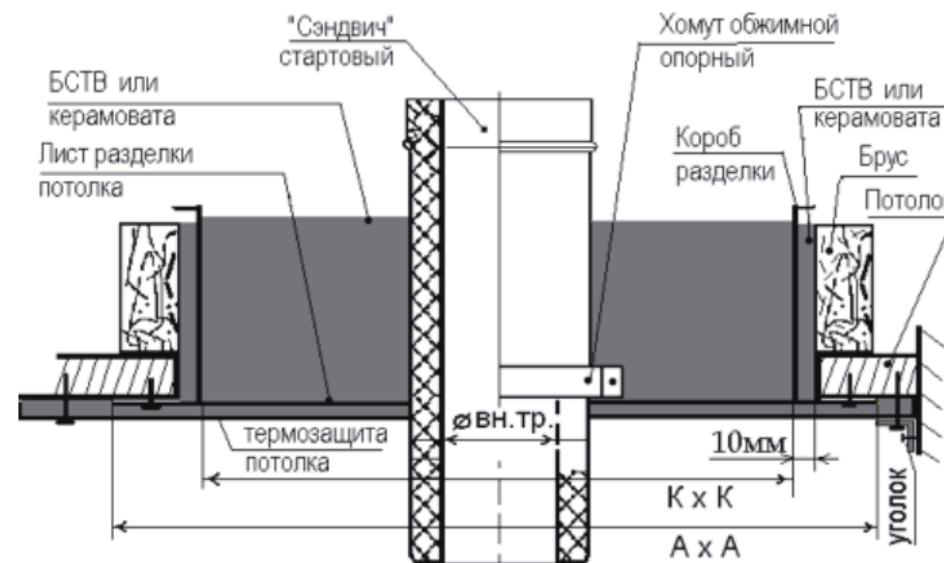

Рис. 6. Схема установки разделки потолка
7.3. В соответствии с п.6.12 и 6.13 установить в разрезе потолка потолочную разделку (см. рис. 6.) Конструкция разделки обеспечивает требование ГОСТ Р 53321-2009 о не превышении температуры 50°C в месте сопряжения короба разделки и потолка из горючих материалов.
7.9. С целью снижения вертикальных нагрузок, как на дымоход, так и на отопительный аппарат, установить в разделке потолка на стартовый «сэндвич» обжимной опорный хомут (см. рис. 6 и 7).
7.11. На участок потолка над печкой установить термозащиту потолка (см. рис.6 и 7).